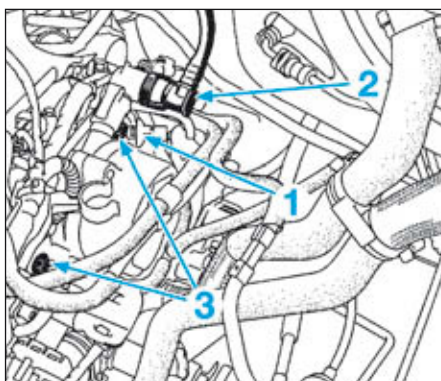

FIG.15
- Déposer la patte de maintien (1) (Fig.15).